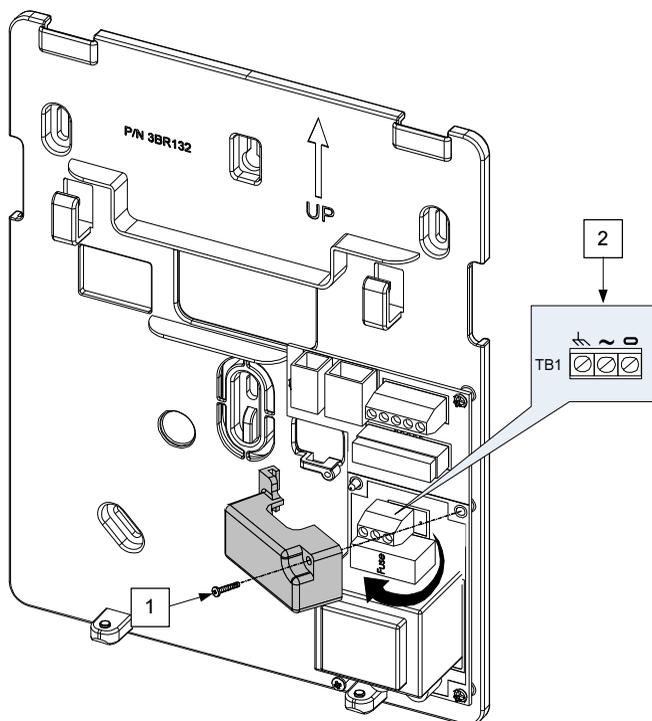

Figure 6 : Raccordement des câbles d'alimentation CA
1. Retirez le couvercle de l'unité d'alimentation électrique (1, Figure 6).
2. Connectez le câble d'alimentation (approuvé sécurisé, SVT, 18AWG, 0,75mm²) à la borne d'alimentation située sur l'unité d'alimentation électrique (TB1) (2, Figure 6).